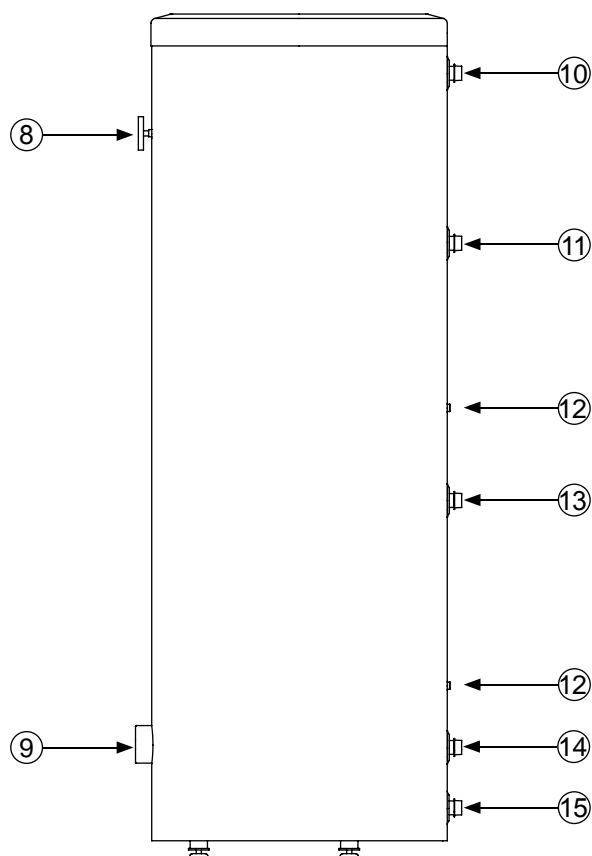
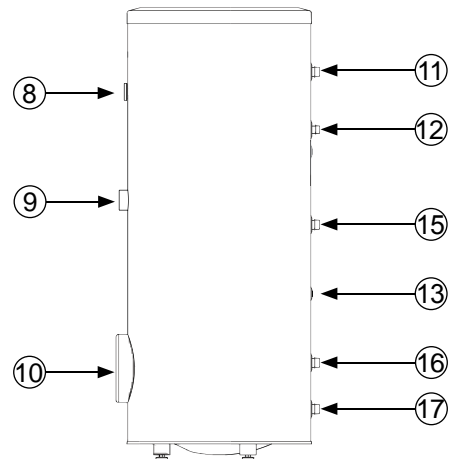
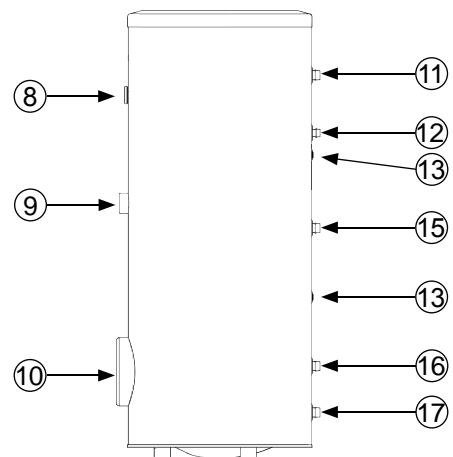
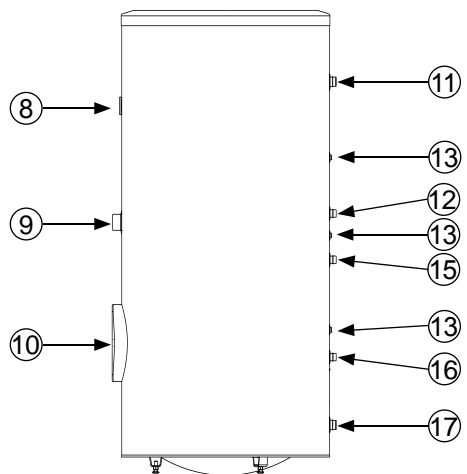

Рис. 3 Вид сбоку водонагревателя W-E 220.81 R.
Рис. 5 Вид сбоку водонагревателя W-E 300.81 R, W-E 500.81 R.
Рис. 7 Вид сбоку водонагревателя W-E 400.81N R.
Рис. 9 Вид сбоку водонагревателя W-E 750-1000.81N R.
После установки и выравнивания водонагревателя необходимо следовать инструкциям ниже (нумерация патрубков **Рис. 3**, **Рис. 5**, **Рис. 7** и **Рис. 9**):
2. Подсоединить снабжение горячей воды (11) [10 для **Рис. 3**].
3. Подсоединить подачу холодной воды с необходимой предохранительной арматурой (17) [15 для **Рис. 3**].
4. Если система оборудована циркуляцией ГВС, подключить ее к патрубку (12) [11 для **Рис. 3**]. Если это не так, то перекройте патрубок пробкой.
5. Подключить снабжение (15) и возврат (16) [13 и 14 для **Рис. 3**] теплоносителя в змеевик.